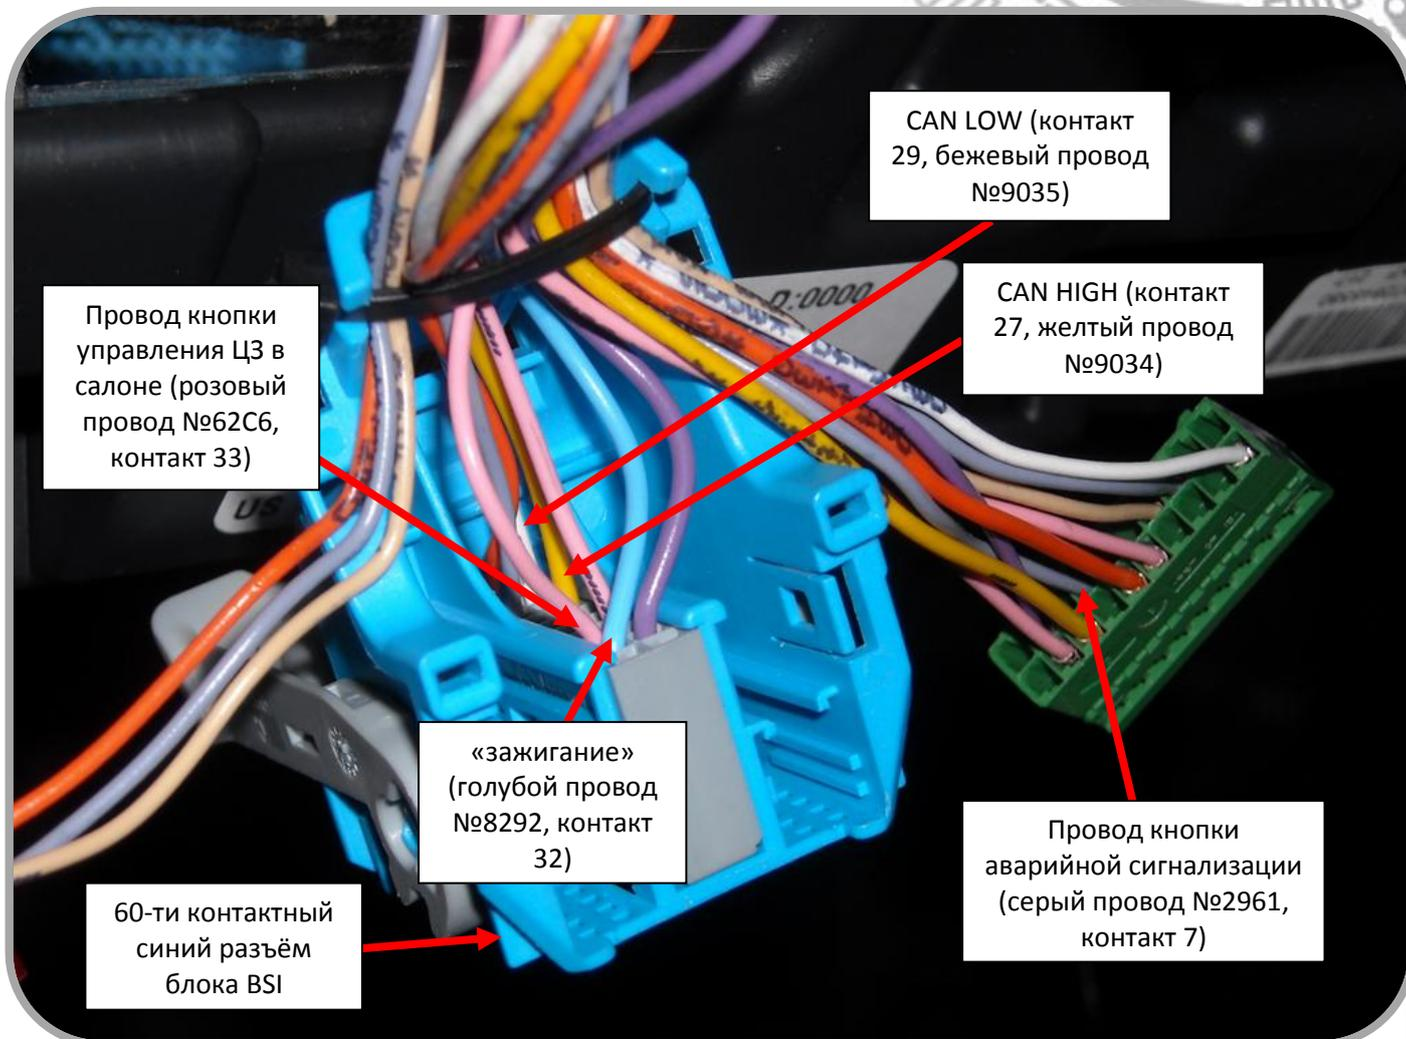

Рис. 2: Подключения к CAN шине, аварийке, кнопке ЦЗ и датчику зажигания.
- синий провод CAN-LOW разъема CN13 системы Scher-Khan Logicar 4 соединить с проводом CAN-LOW (бежевый провод №9035) контакта №29 синего 60-ти контактного разъема на блоке BSI (см. рис. 2).
Для управления аварийной сигнализацией предлагается использовать подключение дополнительного канала 7 разъема CN13 (белый провод) системы Scher-Khan Logicar 4. Его нужно соединить с серым проводом №2961 контакта 7 синего 60-ти контактного разъема BSI. (См. рис. 2 и общую схему).
Зеленый провод разъема CN5 системы Scher-Khan Logicar 4 подключить к контакту 32 (голубой провод №8292) 60-ти контактного синего разъема блока BSI или к контакту 1 разъема замка зажигания. См. рис. 2.
В качестве блокировки можно использовать блокировку цепи зажигания. Её можно подключить к голубому проводу контакта 32 синего 60-ти контактного разъема блока BSI. Для этого применяем внешнее нормально-замкнутое НЗ реле блокировки идущее в комплекте системы Scher-Khan Logicar 4. Данное НЗ реле контактами 30 и 87а устанавливаем в разрыв цепи зажигания. Управляющим минусом реле является синий провод разъема CN5 системы Scher-Khan Logicar 4, этот провод подключаем к контакту 86 реле. Контакт 85 реле подключаем к проводу, на котором появляется питание после включения зажигания, то есть к голубому проводу контакта 32 синего 60-ти контактного разъема блока BSI со стороны замка зажигания (провод №8292) (см. общую схему и рис. 2). После подключения реле блокировки следует скрытно установить в автомобиле.